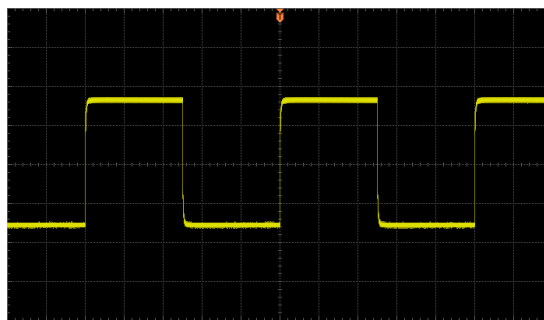

Bild 1-7 Rechteckspannung
6. Beobachten Sie die Signalform auf dem Bildschirm. Unter normalen Bedingungen wird jetzt ein einwandfreies Rechtecksignal wie im Bild 1-7 angezeigt.
7. In gleicher Weise verfahren Sie, um die anderen Kanäle zu testen. Entspricht das Rechtecksignal nicht der im Bild 1-7 dargestellten Signalform, führen Sie die im nächsten Abschnitt beschriebene "**Tastkopfkomensation**" durch.